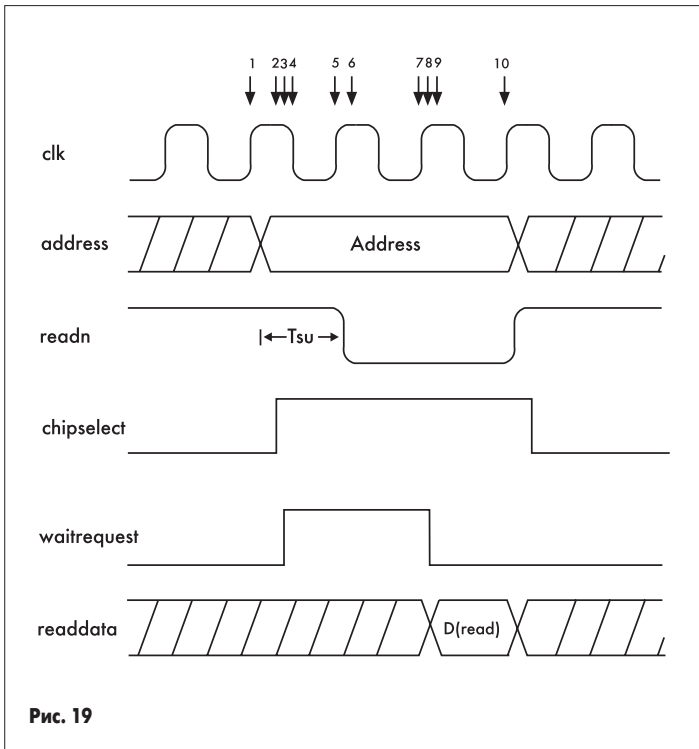

Рис. 19
* Пример показывает чтение данных от синхронного периферийного устройства (см. рис. 19).
4) Логика шины Avalon передает установленный сигнал waitrequest (1) мастеру.